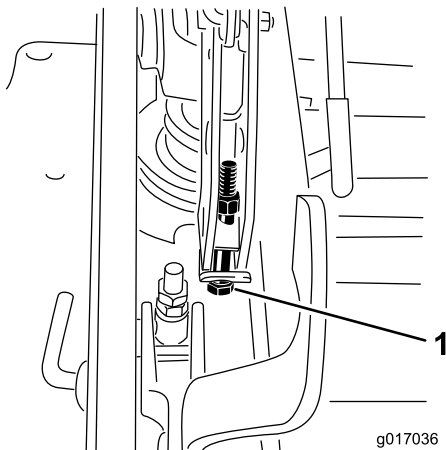

Figure 76
13. Si le tablier est trop bas, serrez le boulon de réglage monopoint dans le sens horaire. Si le tablier est trop haut, desserrez le boulon de réglage monopoint dans le sens antihoraire (Figure 76).